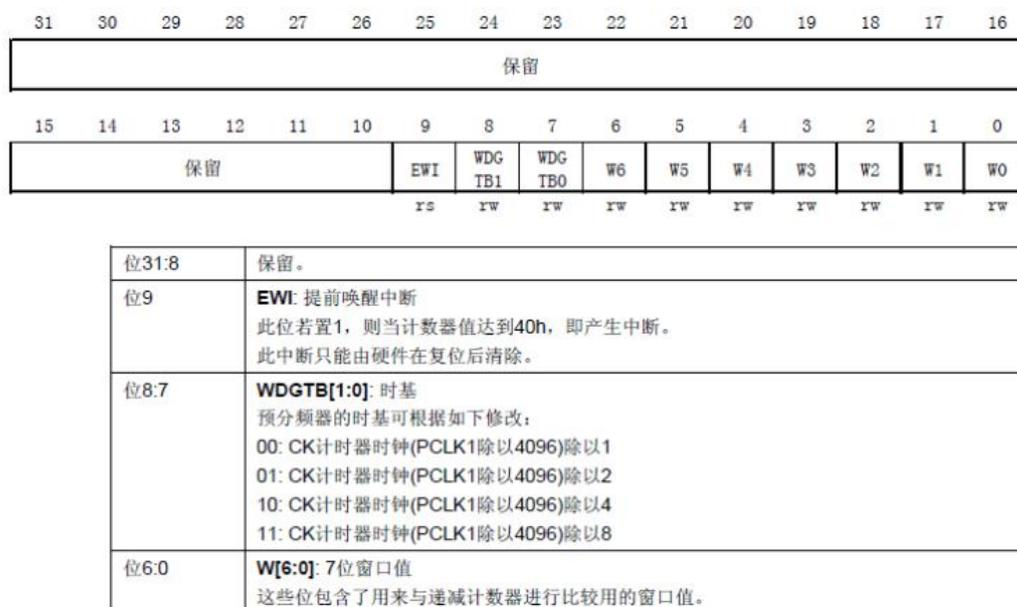

图 9.2.3 配置寄存器
2.配置寄存器（WWDG_CFR），该寄存器的各位及其描述如图 9.2.3 所示：